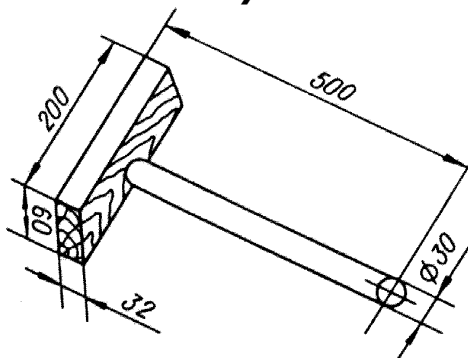

Рис.1. Толкатель. Материал – древесина любой породы.
- ⇒ удалять из-под прижима и подправлять под ним заготовку руками. Удаляйте заготовку или обрезку из-под прижима только специальным толкателем (рис.1).